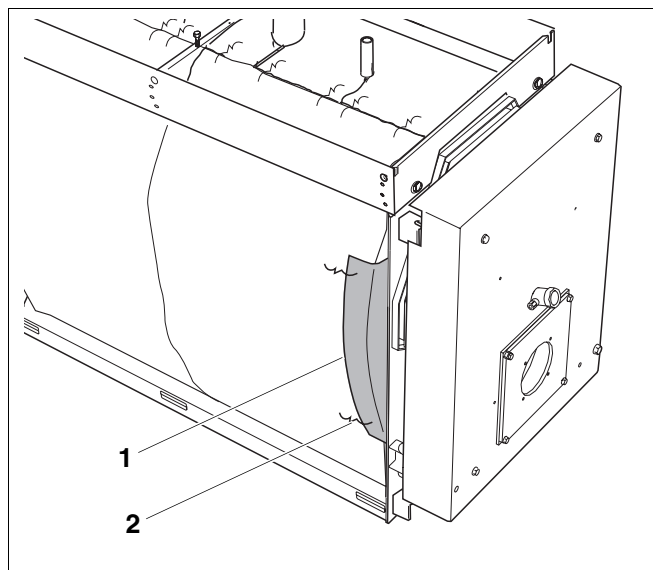

Fig. 23 Montage des bandes en fibre de verre
- Poser sur le bord avant de l'isolation thermique du corps de chaudière, des deux côtés, les bandes en fibre de verre noire jointes à la livraison (fig. 23, **pos. 1**), fixer à l'aide de 2 agrafes (fig. 23, **pos. 2**) et replier vers l'intérieur. Pour les tailles de chaudière 590 – 1260 les bandes doivent être éventuellement raccourcies.